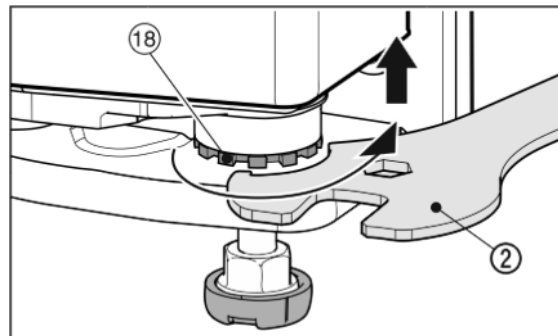

Fig. 18
- ▶ Чтобы поднять дверцу, выверните вправо опорный палец Fig. 18 (18) с помощью прилагающегося вильчатого ключа Fig. 18 (2). При поставке опорный палец полностью вкручен.